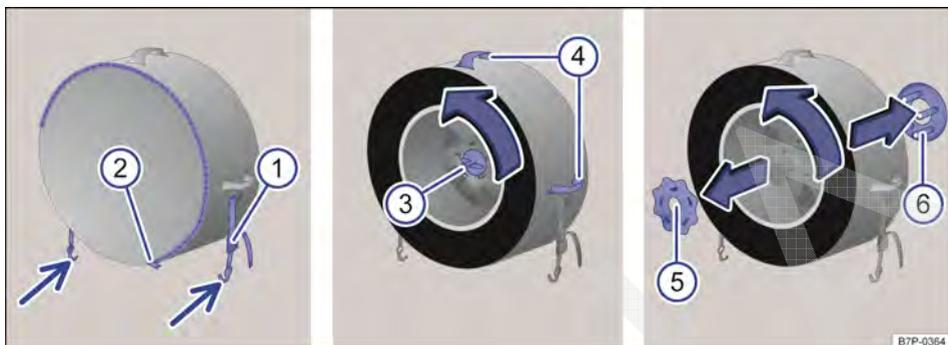

Fig. 276 No compartimento de bagagem: desinstalar e remover a roda sobressalente completa.
- Soltar o cinto de fixação → Fig. 276 ① da cobertura da roda sobressalente e retirar os dois respectivos ganchos (setas) dos olhais de retenção.
- Abrir o zíper ② da cobertura da roda sobressalente tanto quanto possível.
- Com a chave de roda, soltar o parafuso central ③ no meio da roda sobressalente, no sentido anti-horário e desaparafusá-lo completamente.
- Fechar completamente o zíper ② da cobertura da roda sobressalente.
- Levantar a roda sobressalente pelas alças rebatíveis ④ para fora do compartimento de bagagem e colocá-la a uma distância segura do fluxo de trânsito.
- Segurar a placa de retenção ⑥, e a seguir, girar a arruela de travamento ⑤ no sentido anti-horário até o batente e retirar junto com a placa de retenção ⑥.
- Colocar a placa de retenção ⑥ na roda substituída.
- Inserir a arruela de travamento ⑤ e girá-la no sentido horário até que a placa de retenção ⑥ esteja firmemente fixada.
- Fechar o zíper ② da cobertura da roda sobressalente e levantá-la pelas alças rebatíveis ④ para o compartimento de bagagem.
- Alinhar a cobertura da roda sobressalente de forma que ambos os ganchos (setas) do cinto de fixação ① possam ser presos igualmente nos olhais de retenção.
- Aparafusar totalmente o parafuso central ③ no centro da roda substituída, e apertá-lo com a chave de roda.
- Prender ambos os ganchos → Fig. 276 (setas) do cinto de fixação ① nos olhais de retenção e, a seguir, apertar o cinto de fixação.